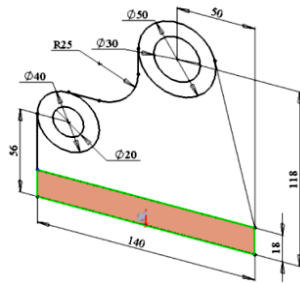

Рис.5. Прямокутник, виділений як контур
3. У менеджері команд перейти на вкладку *Елементи*, натиснути кнопку *Витягнута бобишка/основа*, щоб викликати менеджер властивостей *Витягнута* (для зручності сприйняття зображення можна вибрати поточний вигляд ізометрії). Використовуючи покажчик виділення контурів, виділити область усередині нижнього прямокутника (Рис.5).